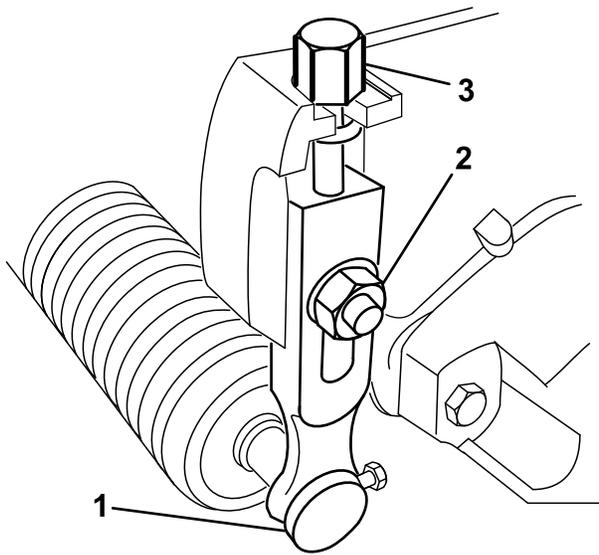

図 9
1. 刈り高アームをカuttingユニットのサイドプレートに固定しているロックナットをゆるめる図 9。